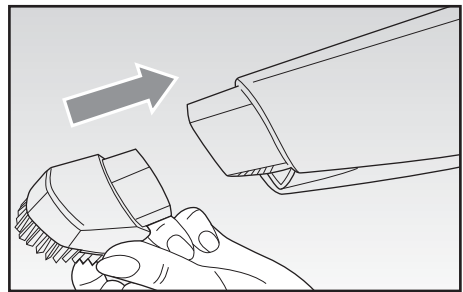
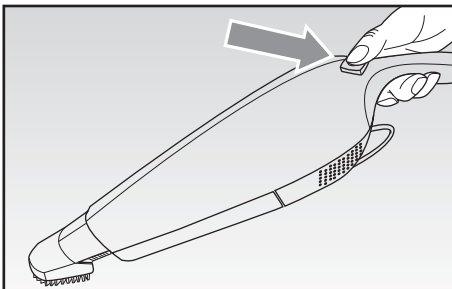

Abb. 4
Abb. 5
- Am Ende des Staubbehälters (F) das gewünschte Zubehörteil anbringen (Abb. 4). Die Einschalt-Taste (B) drücken und den Sauger an seinem Griff halten (Abb. 5).